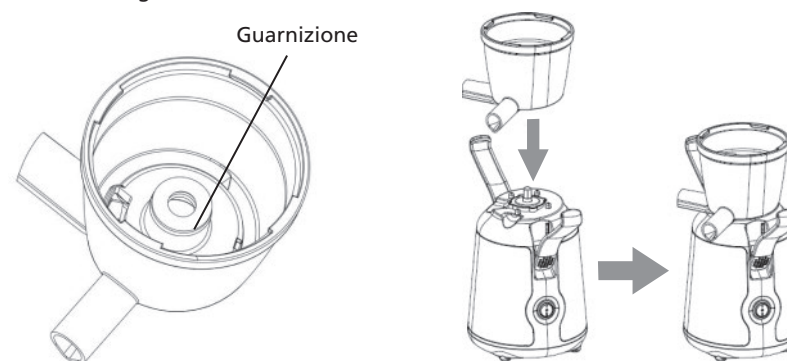

Figura 1
1. Inserire la guarnizione al centro del contenitore di spremitura, quindi inserire il contenitore di spremitura sulla base motore facendo combaciare i perni della base motore con i fori del contenitore. Vedi figura 1.